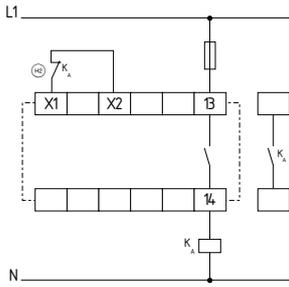
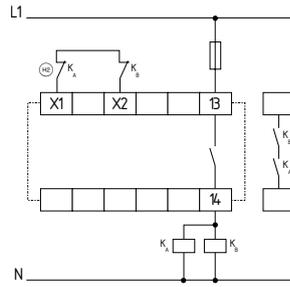

Fig. 6
Fig. 7
**Commande à 1 canal (Fig. 6)**
- (H) = Boucle de retour
**Commande à 2 canaux avec boucle de retour (Fig. 7)**